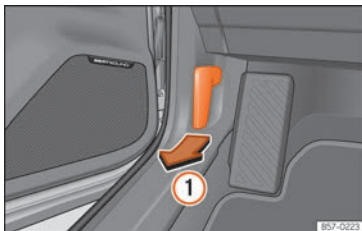

Abb. 13 Entriegelungshebel im Fahrerfußraum.
- Öffnen Sie die Tür und ziehen Sie an dem Hebel unterhalb der Instrumententafel »» **Abb. 13 ①**.